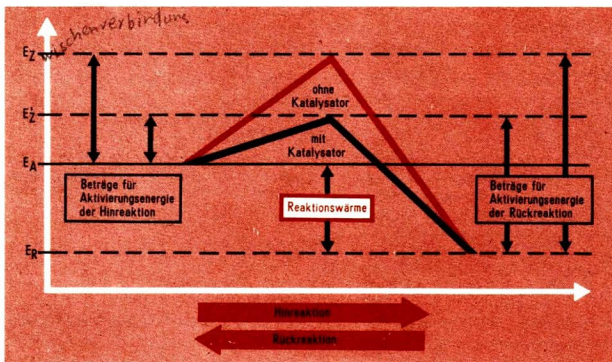

Abb. 50 Reaktionsverlauf mit und ohne Katalysator
Die energetischen Verhältnisse beim Ablauf chemischer Reaktionen mit und ohne Katalysator sind in Abbildung 50 dargestellt.
- ③ Erläutern Sie die in Abbildung 50 dargestellten energetischen Verhältnisse beim Ablauf chemischer Reaktionen mit und ohne Katalysator!